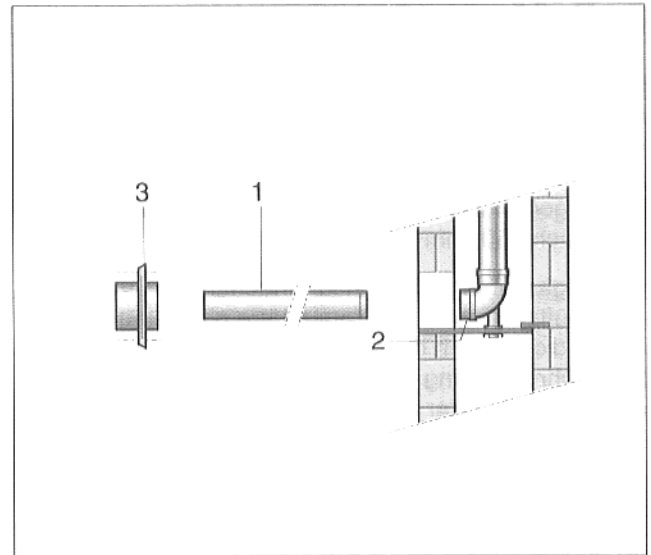

Abb. 26 Konzentrischer Schornsteinanschluß
- Rohr (Abb. 26, Pos. 1) auf Stützbogen (Abb. 26, Pos. 2) aufstecken.
- Konzentrischen Schornsteinanschluß (Abb. 26, Pos. 3) darüberschieben und verschrauben.